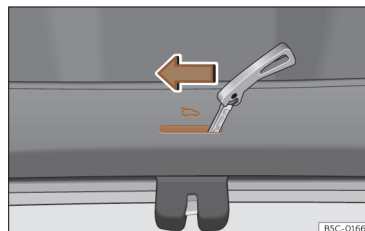

Fig. 79 Pormenor da bagageira: destrancagem de emergência.
- Introduza o palhetão da chave na ranhura e desloque a chave no sentido da seta até que a fechadura desbloqueie >>> **Fig. 79.**